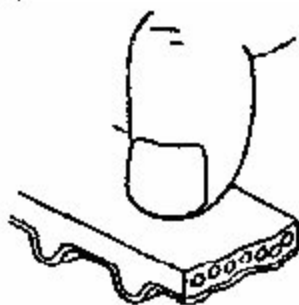

图 4-1
A). 反面橡胶硬化反面橡胶光滑无弹性，且硬化到用指甲划而没有痕迹的程度(见图 4-1)。